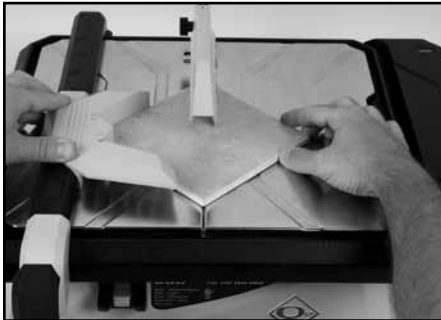

FIGURA 15
3. Cuidadosamente empuje la guía para ángulos y el material hacia el disco de corte (ver la FIGURA 15).